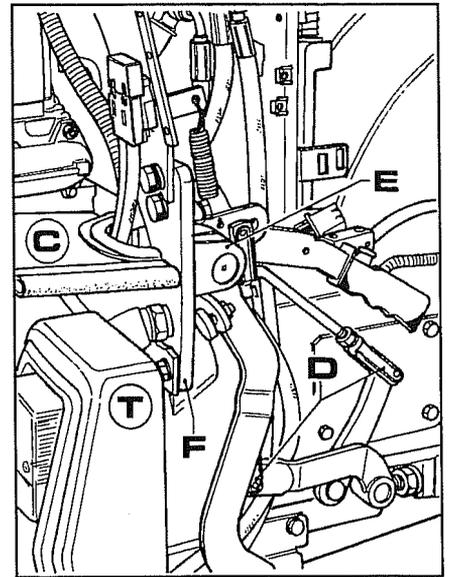

Abb. 15
15. Das Schutzblech **C** abnehmen, die Gabeln **D** abtrennen und dann den Träger **E** mit dem Pedal und dem Hebel der Kupplung von Flansch **F** der Abb. 15 abtrennen.